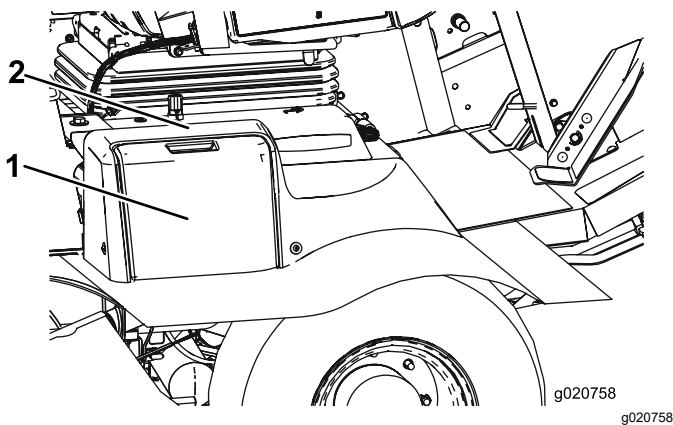

Figura 57
1. Abra la tapa de la batería, situada en el lado de la cubierta (Figura 57).
Nota: Presione hacia abajo sobre la superficie plana situada encima de la tapa de la batería para facilitar la apertura de la tapa (Figura 57).